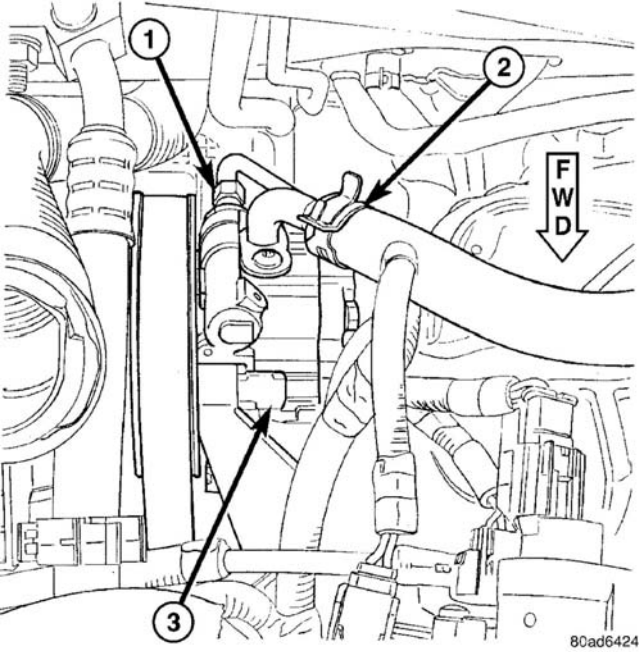

图 10 转向泵处的供油与压力软管
- （9）将压力软管和泵断开（图 10）。
- （10）将供油软管与泵断开（图 10）。
（4）将动力转向液压力管路安装在动力转向泵的压力输出接头中（图 10）。此时不要完全拧紧螺母。
（5）将动力转向液供油软管安装到动力转向泵供油接头上（图 10）。确保正确安装软管夹。